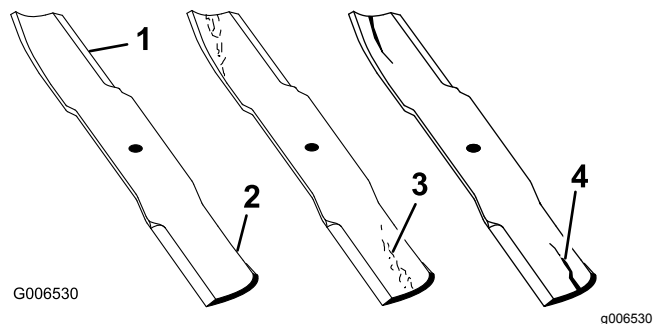

Figura 42
1. Inspeccione los filos de corte (Figura 42).
2. Inspeccione las cuchillas, especialmente la parte curva (Figura 42).
Nota: Si observa daños, desgaste o la formación de una ranura en esta zona (elemento 3 en la Figura 42), instale inmediatamente una cuchilla nueva.